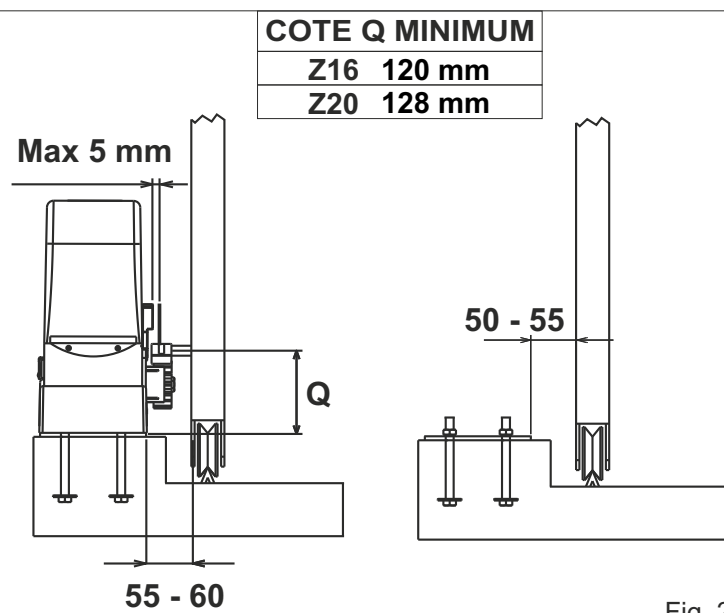
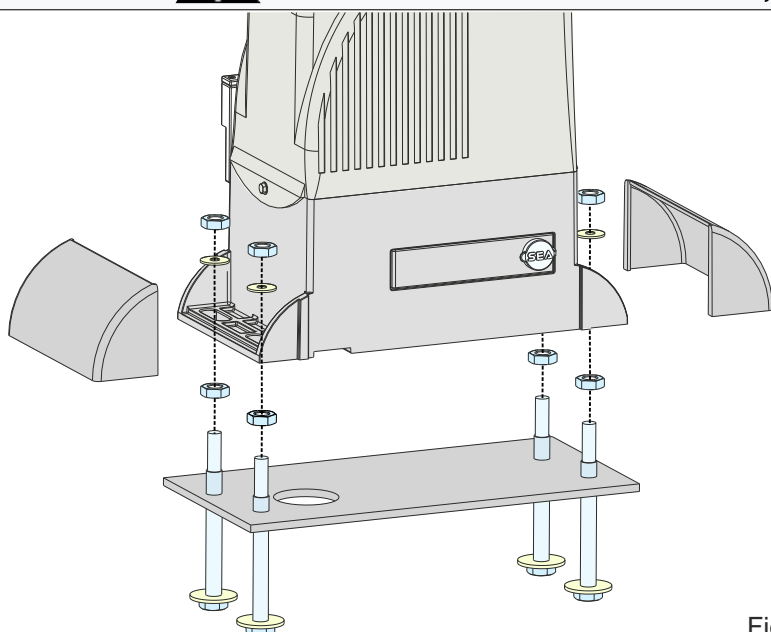
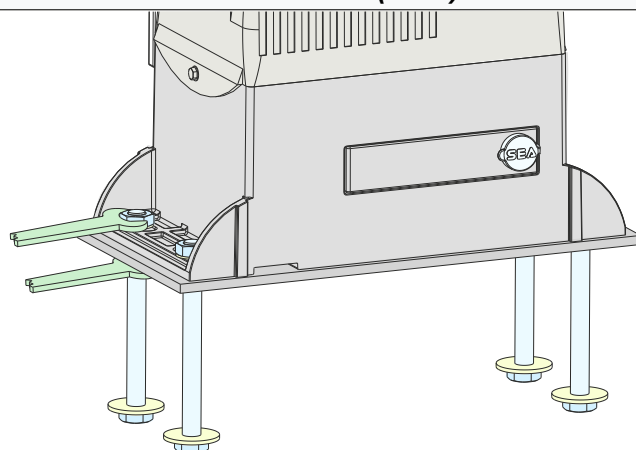

Fig. 2
Fig. 4
Fig. 5
2.3. Avant de sceller la plaque d'ancrage, assurez-vous qu'elle est parfaitement horizontale et que la dimension de 50-55 mm indiquée sur la Fig. 2 est respectée.
4.1. Fixez le motoréducteur à la plaque de fondation à l'aide des écrous et vis fournies (Fig. 4), en ajustant sa position latérale et sa hauteur (Fig. 5) pour respecter les dimensions mentionnés sur la Fig. 2
4.2. Insérez les deux couvercles de protection latérale à emboîtement (Fig. 4)